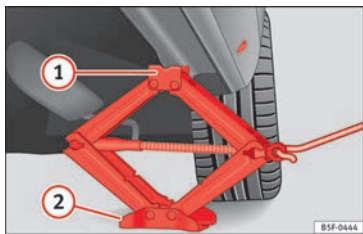

Fig. 74 Longherone: posizionamento del cric del veicolo.
- Ruotare la manovella del cric*, posto sotto il punto di appoggio del longherone, per alzarlo finché la linguetta **1** » » » **fig. 74** non avrà raggiunto l'alloggiamento previsto.